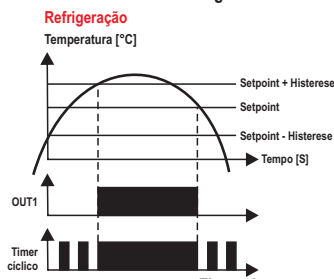

Figura 3
- Saída do timer cíclico ligada sempre que a saída do 1º estágio estiver ligada (F22=4): neste modo de operação o timer cicla conforme os tempos configurados na F20 ([E D n]) e F21 ([E D F F]) e quando a saída do 1º estágio liga, o 3º estágio para de ciclar e mantém a saída ligada, como mostra a Figura 3.